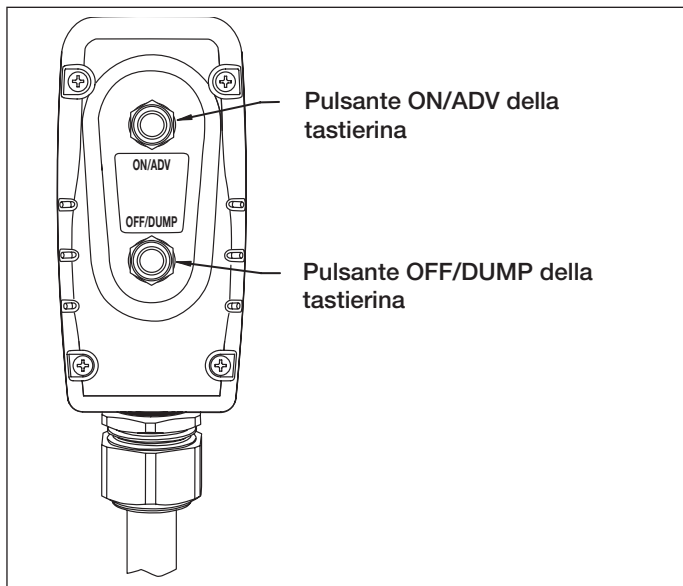

Figura 7, Pulsanti della tastierina
### 5.2 Funzionamento della tastierina (vedere figura 7)
5. Per avviare la pompa, premere il pulsante ON/ADV della tastierina. Vedere la figura 7. Il motore si avvierà automaticamente, e la chiave inizierà ad avanzare. La chiave torsionometrica continuerà ad avanzare fintanto che si mantiene il pulsante premuto.